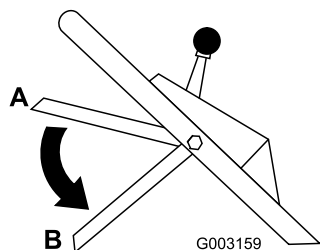

Figura 17
10. Suelte la barra de control; consulte la posición B en Figura 17. Debe oír un ruido fuerte. La cuchilla debe detenerse en tres segundos.
2. Mueva la barra de control a su posición más baja (Posición B en Figura 17).